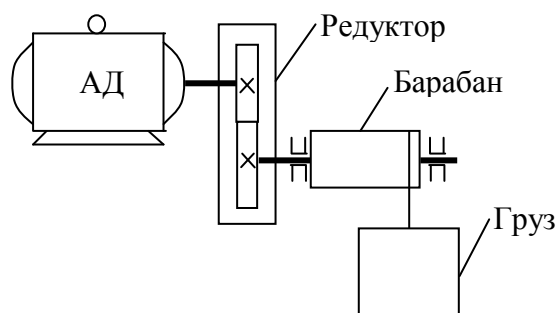

Рис.1
1.1. Для главного привода подъемного механизма, выполненного по кинематической схеме, приведенной на рис.1, в соответствии с индивидуальным заданием выбрать асинхронный электродвигатель (АД) с фазным ротором, тип и марку редуктора. Режим работы электропривода – повторно-кратковременный (S3).